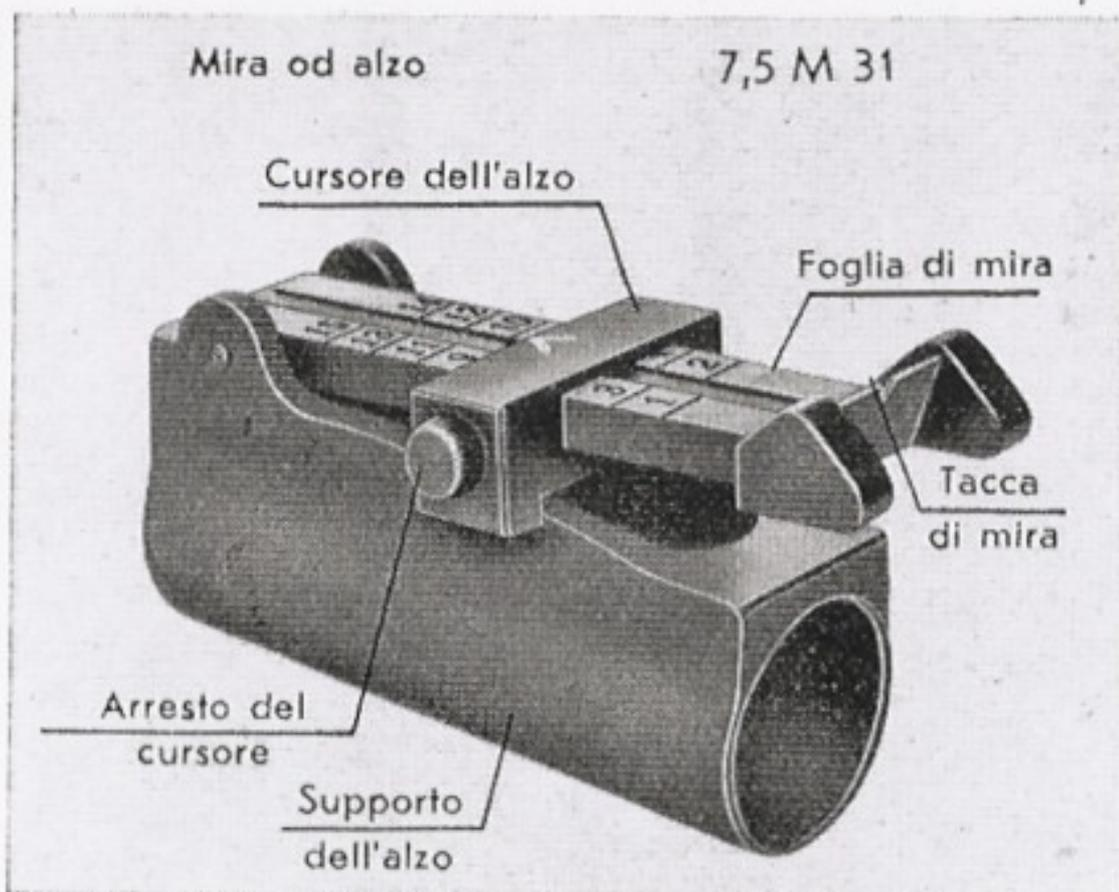

Fig. 4.
**10.** La mira od alzo, a pareti curve e profilate, comprende: il supporto dell'alzo, la foglia di mira e il cursore (fig. 4 e 5).